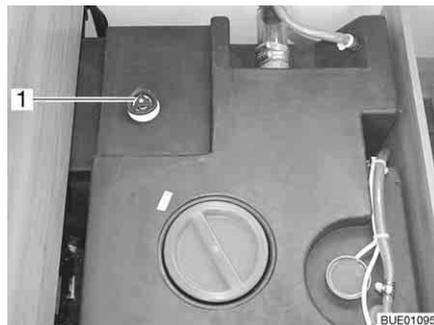

Bild 222 Wassertank mit Drehgriff
- Auf dem Wassertank den Drehgriff (Bild 222,1) entgegen dem Uhrzeigersinn über den Widerstand hinaus bis zum Anschlag drehen, um die Ablauf-öffnung vollständig zu öffnen.